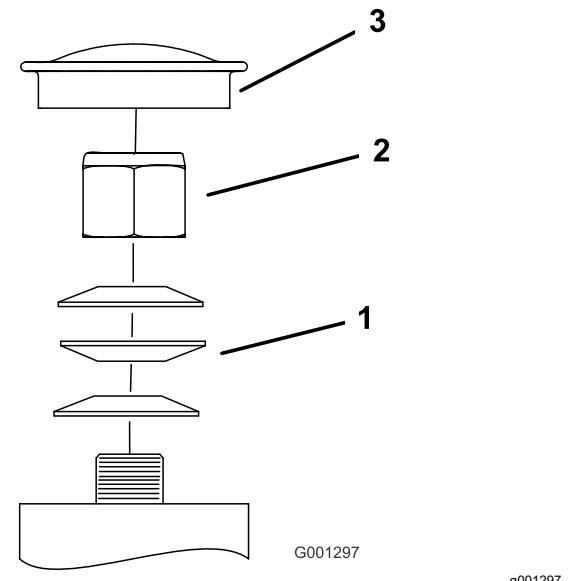

Figure 59
3. Retirez le capuchon protecteur de la roue pivotante et serrez le contre-écrou (Figure 59).
4. Continuez de serrer le contre-écrou jusqu'à ce que les rondelles élastiques soient aplatis, puis desserrez-le d'un quart de tour pour obtenir la précharge correcte des roulements (Figure 59).
- Important:** Veillez à placer les rondelles élastiques comme montré à la Figure 59.
5. Remettez le capuchon protecteur en place (Figure 59).